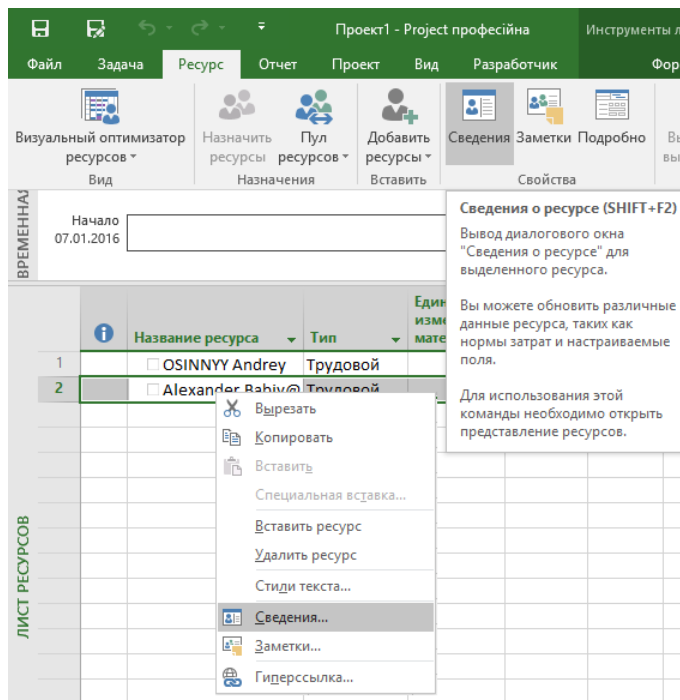

Рисунок 5.22 – Сведения о ресурсе. Закладка «Общие»
3. Или на закладке «Ресурс» нажать на кнопку «Сведения» (см. выше рисунок 5.22).